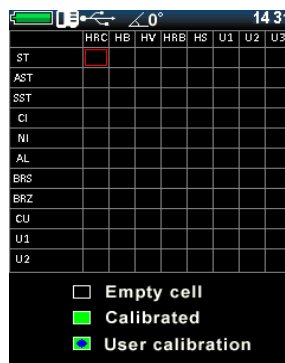

Abb. 2.28 - Auswahl einer Zelle für die Kalibrierung
2. Wählen Sie mit den Navigationstasten eine Zelle für die Kalibrierung aus, z. B. HRC für Stahl (Abb. 2.28).